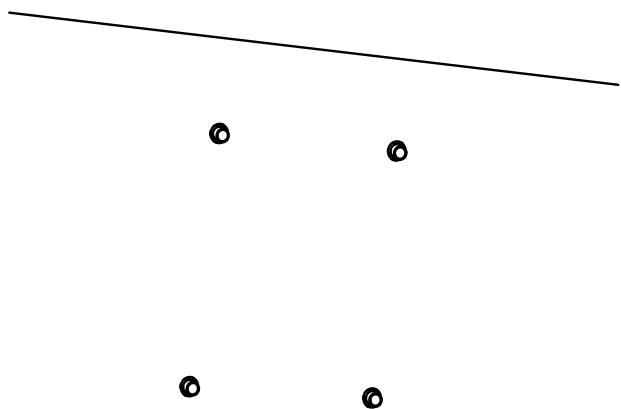

Рис. 1.6. Отверстия под анкерные болты
2. Просверлите в стене четыре отверстия под болты в соответствии с отверстиями в кронштейне (Рис. 1.6). Вставьте анкерные болты M8 (приобретаются отдельно) в просверленные отверстия.